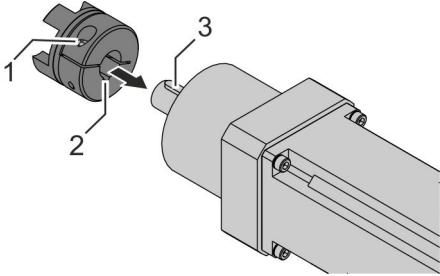

Abb. 32: Klemmnabe montieren
4. ➤ Klemmnabe (Abb. 32/2) der Kupplung auf die Motorwelle (Abb. 32/3) des Motors schieben.
5. ➤ Schraube (Abb. 32/1) an der Klemmnabe festziehen: